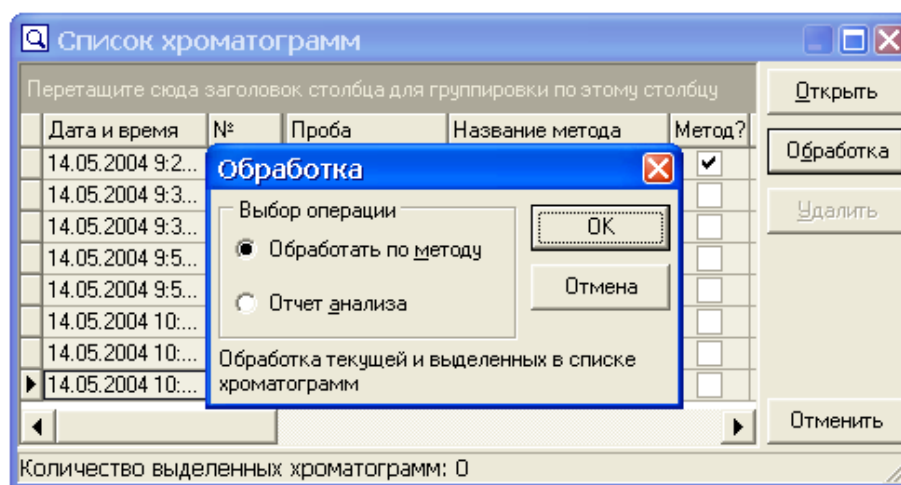

Рисунок 5.62. Обработка группы хроматограмм
- На экране появится окно **Обработка** (см. рисунок 5.62). В данном окне выберите операцию **Обработать по методу** и нажмите **ОК**.